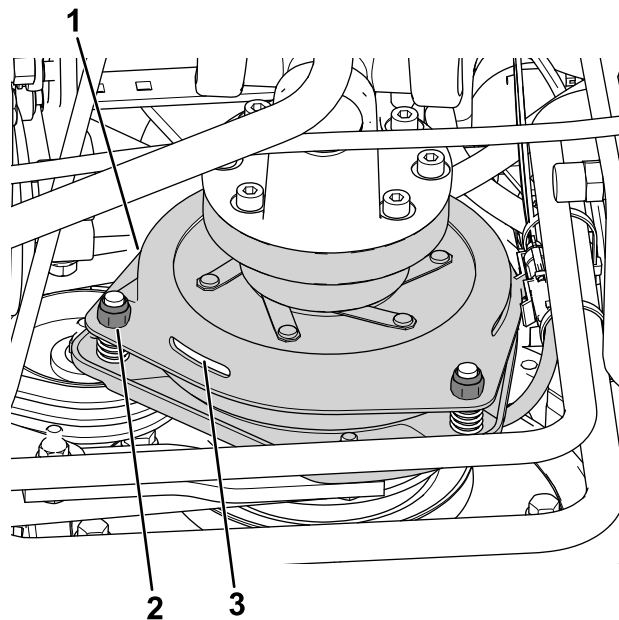

Figure 80
- Réglez l'entrefer de façon à pouvoir passer une jauge d'épaisseur de 0,3 mm (0,012 po) entre la garniture d'embrayage et la plaque de frottement en poussant légèrement (Figure 80).
**Remarque:** Pour diminuer l'entrefer, tournez les écrous de réglage dans le sens horaire (Figure 80). L'entrefer ne doit pas dépasser 0,6 mm (0,024 po). Réglez les 3 entrefers à 0,4 mm (0,012 po).